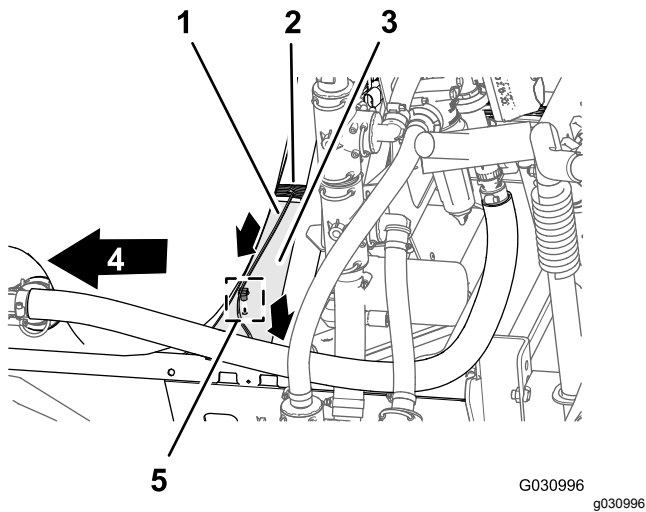

図 127
1. スプレーポンプのソレノイド用の 86cm の枝線を、機体のフレームチャンネル部材の上を横断させ、そこから下がってポンプソレノイドへ配設する 図 127。
2. 86cm の枝線のモミの木形のアンカーを、機体フレームのチャンネル部材の穴に差し込む 図 127。